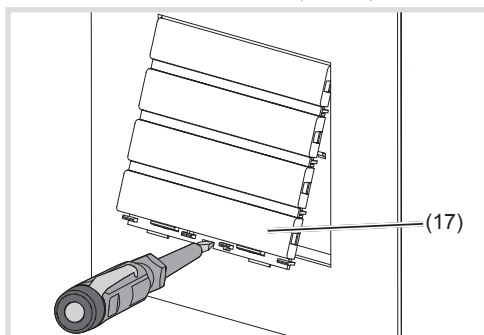

Bild 16: Demontage Ruftaster Modul Aufsatz
(16) Abdeckstreifen
- Ruftaster Modul Oberteil in der unteren Hebelöffnung mit dem Schraubendreher leicht anheben und nach vorne führen (Bild 16).